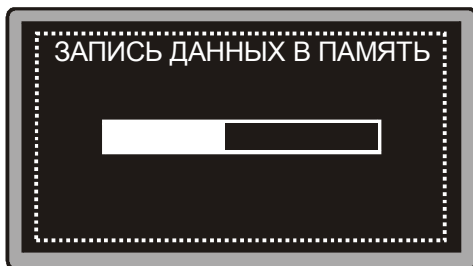

Рис. 6.17 Процесс сохранения данных
6.15.2.14 После подтверждения записи на дисплее дефектоскопа в виде темной полосы (рис. 6.17) будет отображаться процесс записи данных в память.